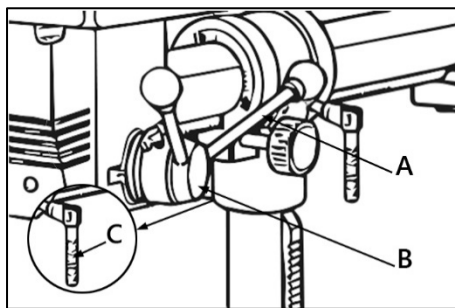

Рисунок 8.
Аккуратно поднимите сверлильную головку (рис. 8), наденьте ее на колонну до упора. Выровняйте головку относительно стола и основания. Затяните рукоятку фиксации (C) на левой стороне кронштейна сверлильной головки.